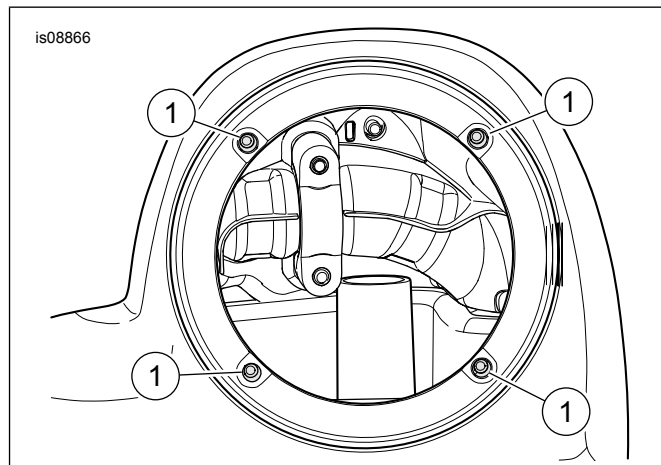

Figure 11. Mga Captive Nut
15. Tingnan ang Figure 11 . Ipasok ang apat na captive nut mula sa loob ng malaking butas.